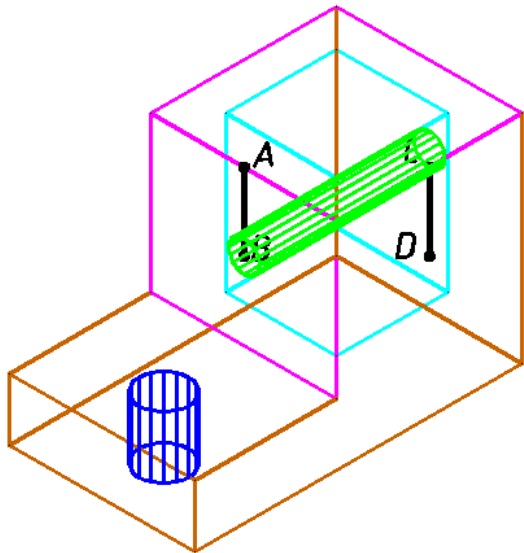

Рис. 32
- сформировать объемное изображение цилиндра диаметром 10 мм (на панели **Моделирование** щелкнуть по кнопке **Цилиндр**, установить центр цилиндра в точке В и ввести значения радиуса и высоты цилиндра, соответственно 5 и 60 мм). Результат этого построения показан на рис. 32;